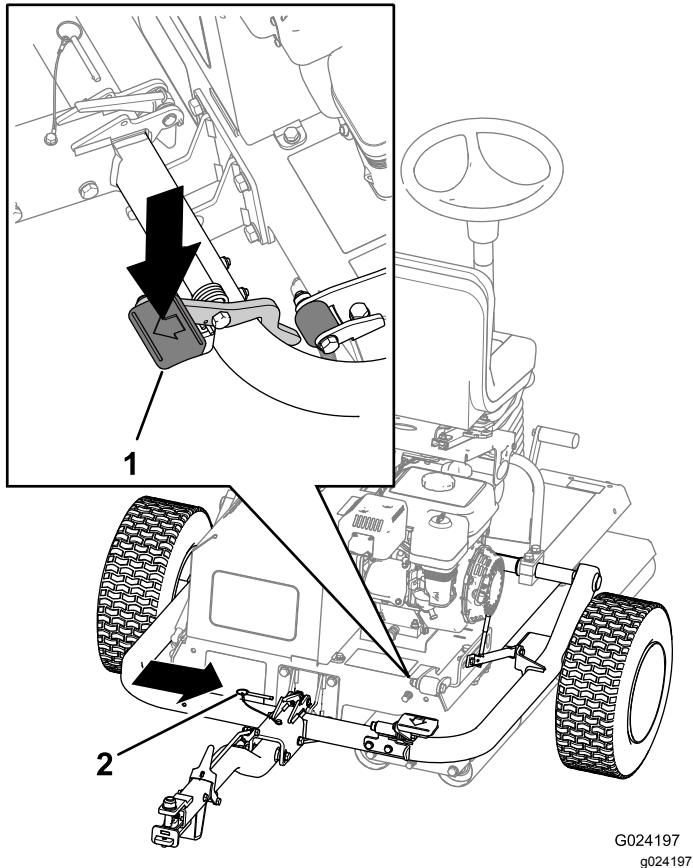

Рисунок 26
- C. Нажмите на педаль сцепки, пока сцепка не зафиксируется на месте (Рисунок 26).
- D. Вставьте стопорный штифт (Рисунок 26).